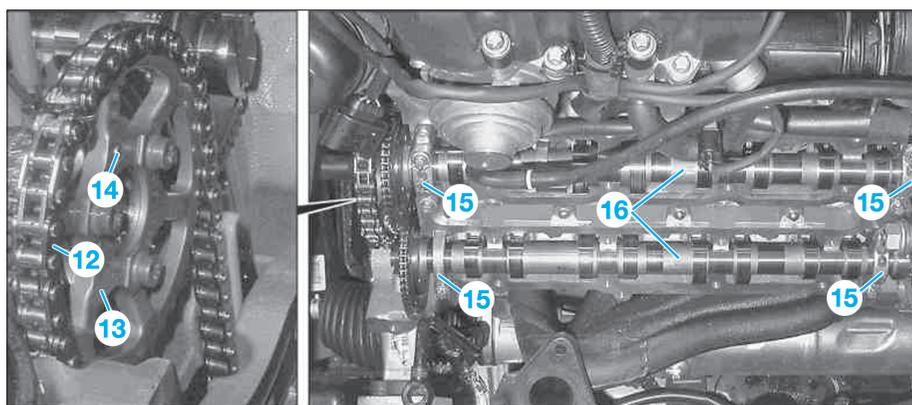

FIG. 64
- Effectuer des repères sur la chaîne de distribution (12) et sur le pignon (13) (Fig.64).